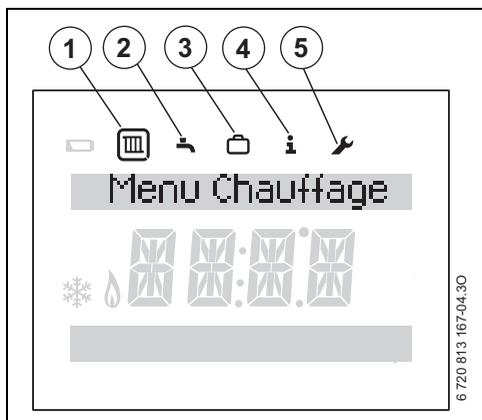

Fig. 13 Menu utilisateur
- Cinq icônes s'affichent dans le haut de l'écran (→ fig. 13).